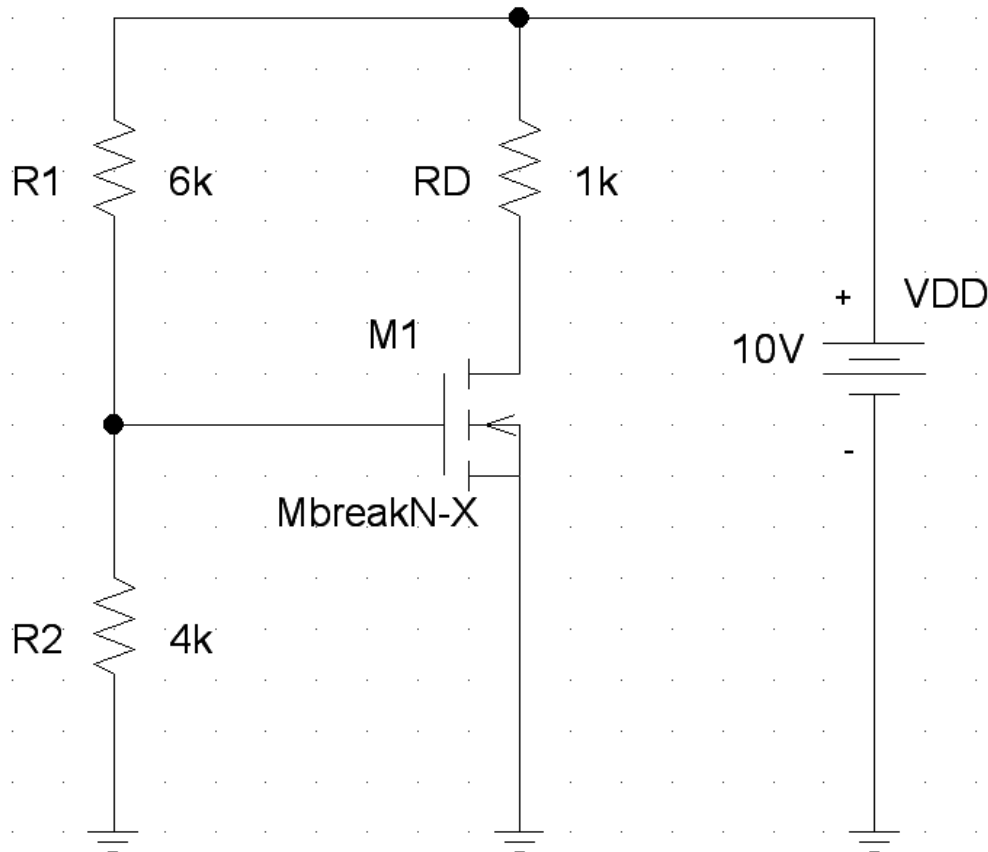

Figura 3. Circuito de polarización con divisor resistivo en la puerta del transistor.
1.2 Recta de Carga. Cuando estamos visualizando las curvas, podemos representar la recta de carga de cualquier circuito hipotético. Nosotros representaremos la malla de drenador del circuito que veremos en el apartado 2 (ver Figura 3). Para ello hacer **Add Trace** (Insert) para luego introducir la expresión de la recta de carga:
Queremos analizar el funcionamiento del circuito de polarización de la figura 3. Los parámetros del transistor son los mismos del apartado 1: **Kp= 2m**, **Vto= 2V**, **L=1u**, **W=2u**.